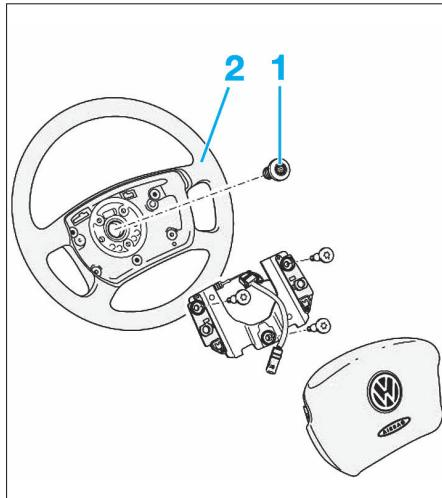

Fig. 1
- Desserrer la vis (1) de fixation du volant de direction (2) (Fig.1).
- Déposer le volant de direction (2).
- La vis de fixation (1) du volant de direc-tion (2) peut être réutilisée jusqu'à cinq reprise.